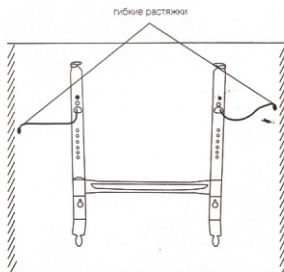

Рис.6
4. поместить кронштейн на стену и закрепить его (рис.6);